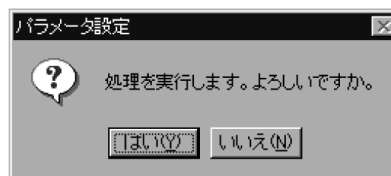

図 9.4.7 メッセージボックス
4. 「開く(O)」をクリックすると、図9.4.7のようなメッセージボックスが現れます。ここで「はい(Y)」をクリックすると、パラメータが一括で、ファイルの内容に変更されます。